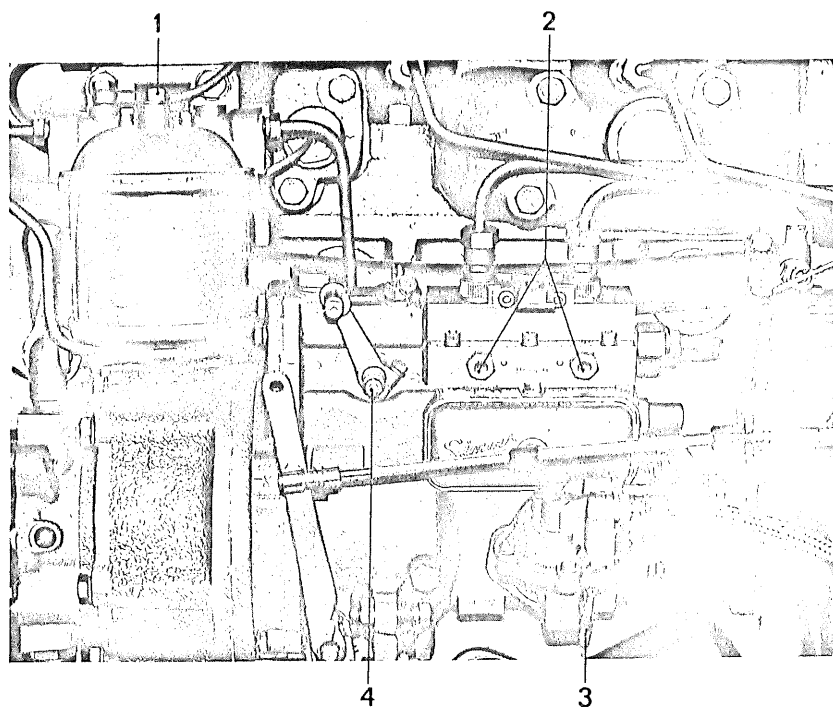

Fig. 17. Insprutningspump med luftningsskruvar, matarpump och bränslefilter.
8. Vid provkörning före leverans är bränslesystemet urluftat, men en urluftning före första start rekommenderas dock. Det är viktigt att behärska förfarandet för urluftning, om man råkar få luft i bränslesystemet under gång. Detta kan inträffa vid låg bränslenivå och kraftig rullning. Man bör av detta skäl ej ha mindre bränslemängd i tanken än 10—15 liter. Urluftningen utförs på följande sätt (fig. 17):
Anm. Om motorn visar sig svår att starta vid kallare väderlek skall man trycka in kallstartknappen på insprutningspumpen för extra startbränsle. Knappen skall tryckas in först efter det att manöverspaken har förts fram till startläge (punkt 3 ovan). Knappens placering framgår av fig. 17. Den går med viss svårighet att komma åt genom motorhuvens runda inspektionslucka. När motorn startat återgår knappen automatiskt till normalläge. Om man använder en sprayflaska med startvätska ("Startgas", kan köpas i de flesta bensinstationer) kan man slippa att använda kallstartknappen. Öppna motorhuvens inspektionslucka och spraya med vänster hand ner i öppningen (mot luftfiltret) samtidigt som startnyckeln med höger hand vrids till startläge. Det brukar ge en mycket snabb motorstart.